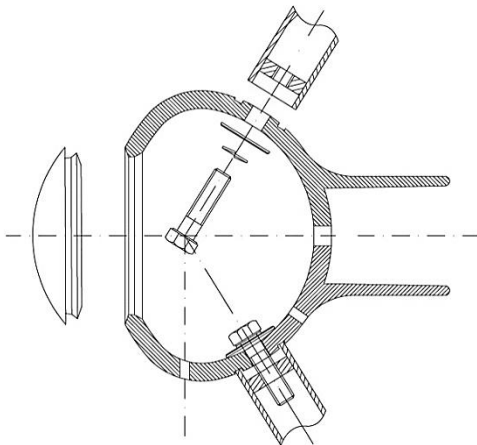
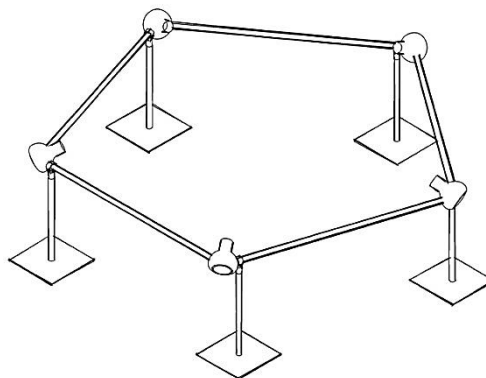

Abb. 1 Spannbirne
Abb. 2 Fundamentrahmen
- ⇒ Montage des Fundamentrahmens (Abb.1, Abb.2) bestehend aus:
- Die Systemrohre werden in den Rohraufnahme-Bohrungen zentriert und mit den Schrauben, Federringen und U-Scheiben fixiert (Abb.2)